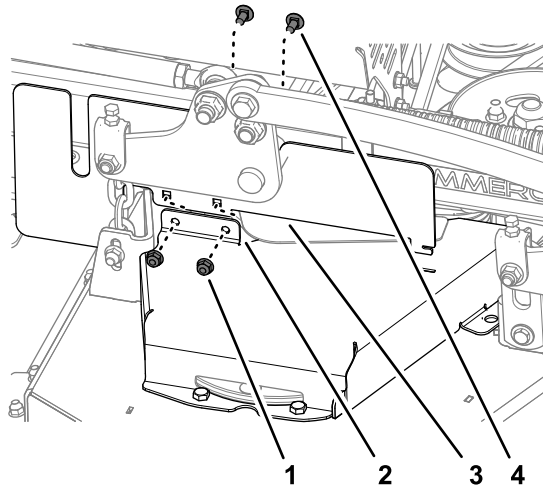

Figure 41
2. Fixez le couvercle CE droit au protège-courroie droit (**Figure 41**) à l'aide des 2 boulons de carrosserie et des 2 contre-écrous que vous avez retirés à l'opération **Dépose du protège-courroie gauche** (page 30).